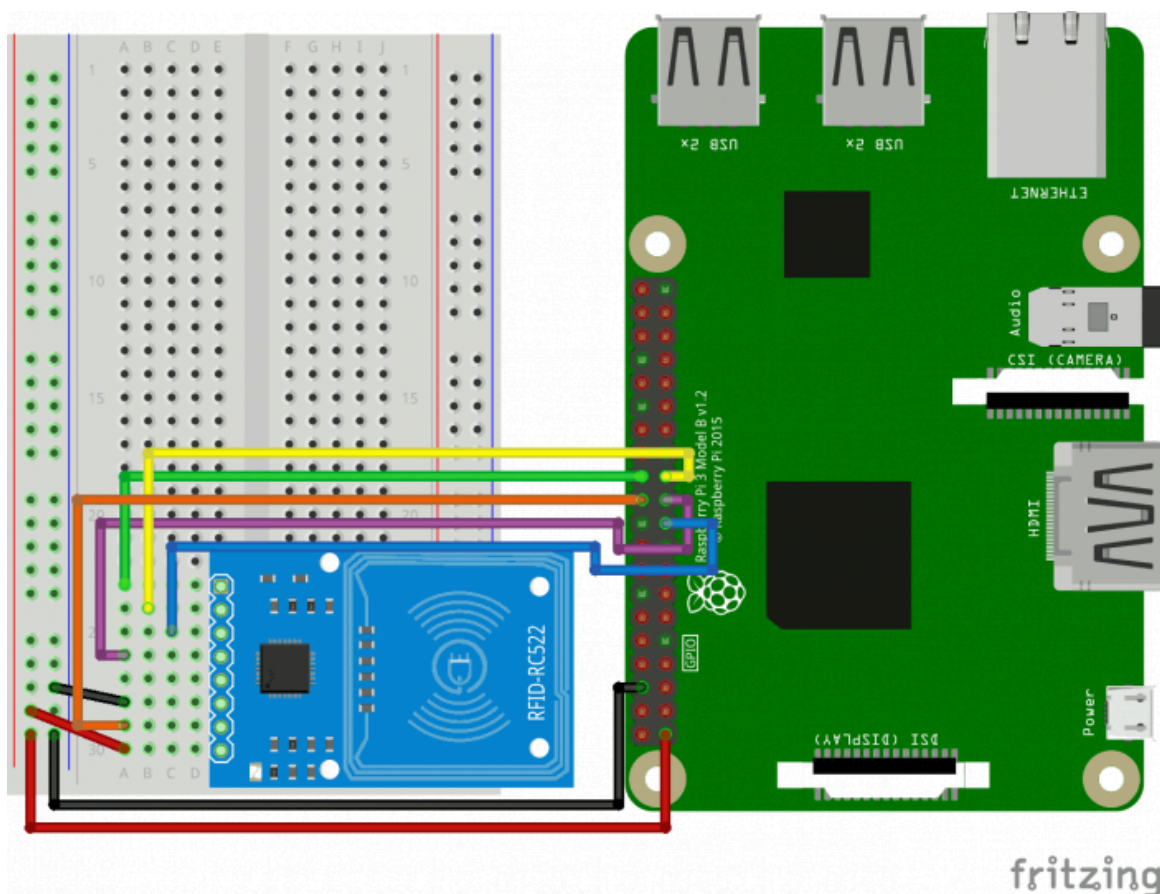

Fig. 2 - Projeto de controle de acesso com Tag RFID
- Monte o circuito da Fig. 2, realizando as conexões do módulo RFID-RC522 conforme a Tabela 1.